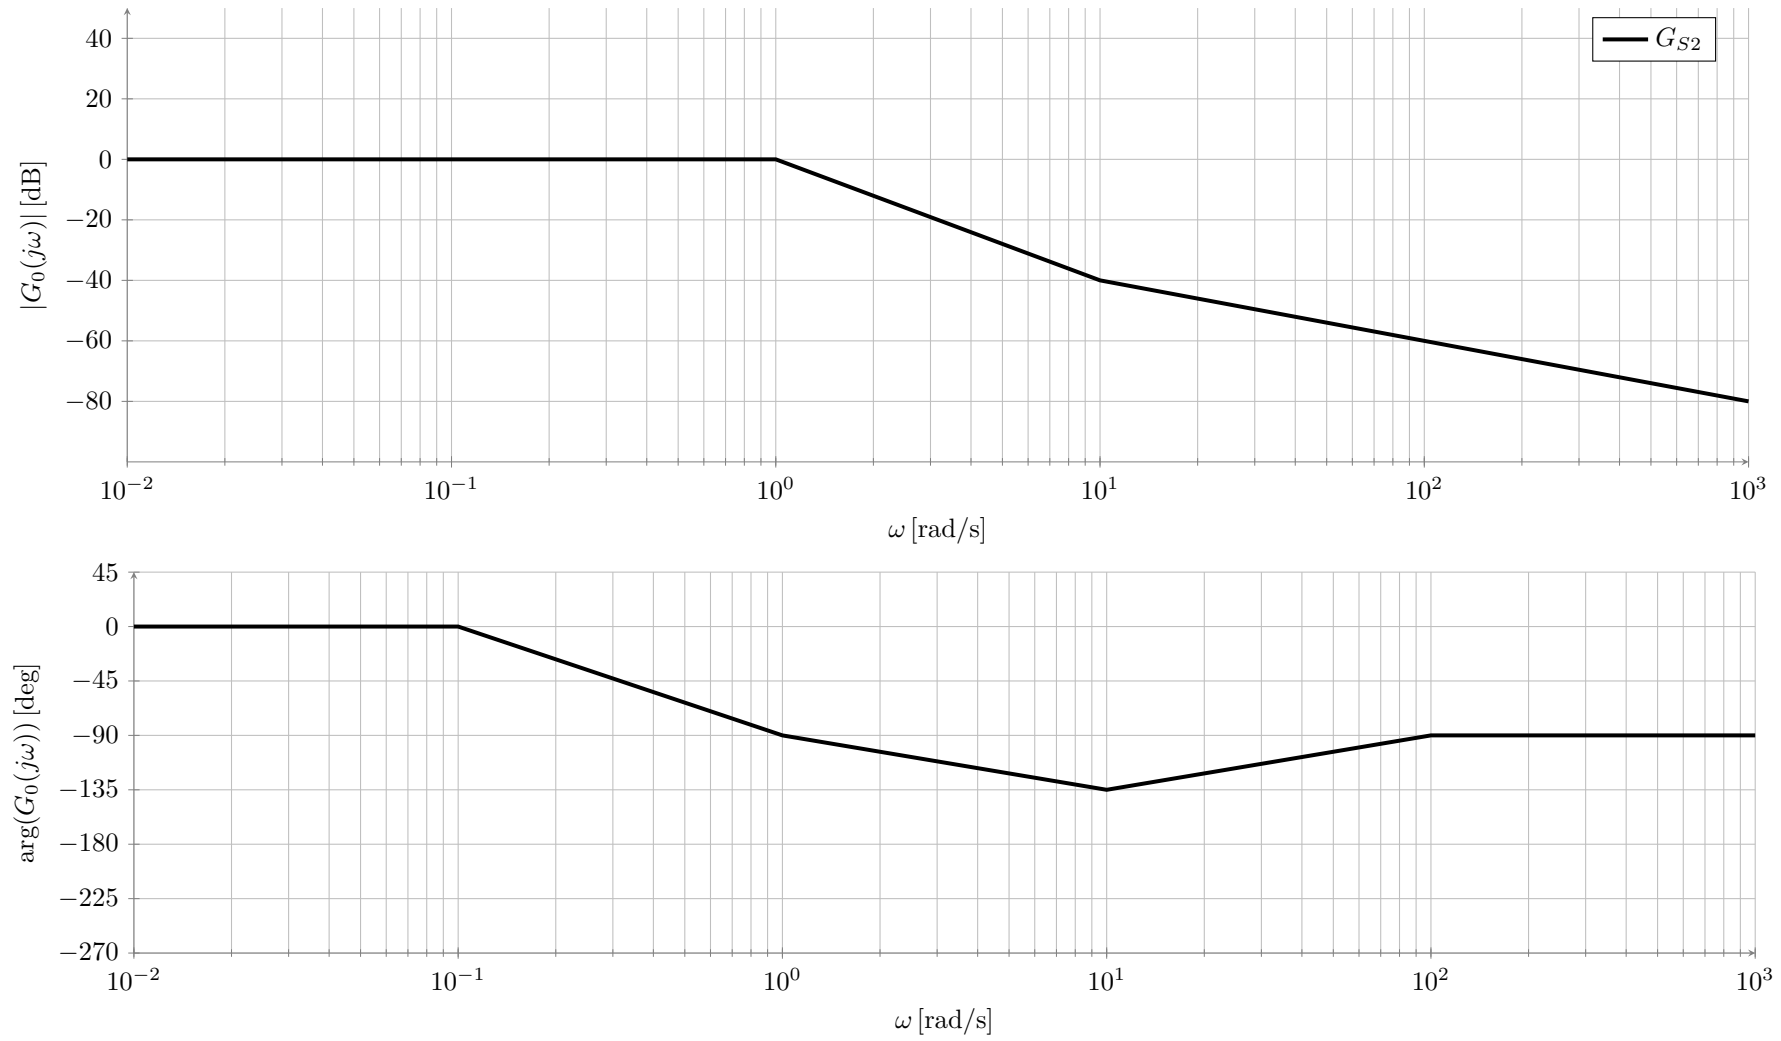

Abbildung 13: Bode-Diagramm für Aufgabe 3
Über das zweite Teilsystem ist nur der Frequenzgang $G_{S2}(j\omega)$ in Abb. 13 bekannt und die Tatsache, dass es sich aus Standardregelkreisgliedern erster Ordnung zusammensetzt.
- (1 Punkt) Ermitteln Sie die Übertragungsfunktion von $G_{S2}(s)$ aus dem Bode-Diagramm in Abb. 13. Benennen Sie die einzelnen Glieder und geben Sie die Zeitkonstanten an.
Zeichnen Sie den Frequenzgang für das Teilsystem $G_{S1}(j\omega)$ und für den offenen Regelkreis $G_0(j\omega)$ in Abb. 13 ein. Wählen Sie hierfür $K_P = 20$.